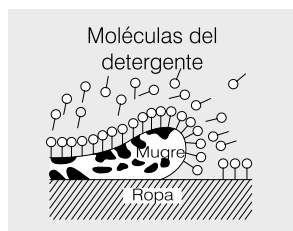

Figura 7
- Las moléculas del detergente se adhieren a la mugre y la separan de la ropa. (Figura 7)